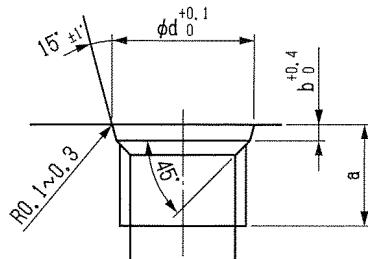

図 6-2 管用平行ねじ(G)ポート形状
- 本製品の各ポートは管用平行ねじ(G)のポートを使用しています。図 6-2 を参照してください。他の規格のねじのホースコネクタを使用すると、本製品が破損し、実機の誤作動による人身事故の発生や実機が破損するおそれがあります。